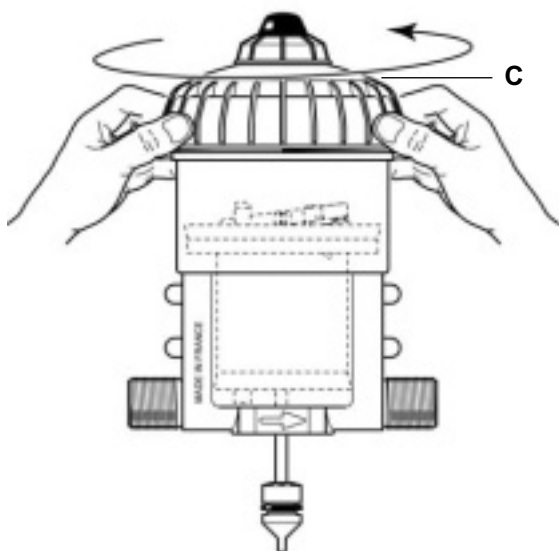

Рис. 14
- Отвинтите колпак вручную (см. Рис. 14-С) и снимите его.